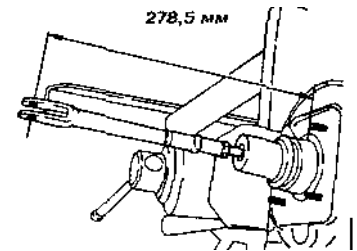

Рис. 7.26.
- установить пружинный фиксатор после соединения толкателя с регулировочной втулкой. При этом расстояние между осью вилки толкателя и плоскостью корпуса усилителя должно быть 278,5 мм (при необходимости отрегулировать) (рис. 7.26);